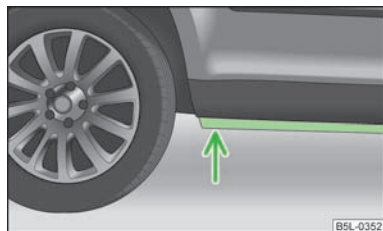

Fig. 136
- Determinar la profundidad del agua antes de un vadeo. El nivel del agua debe llegar como máximo al alma del larguero inferior » fig. 136,